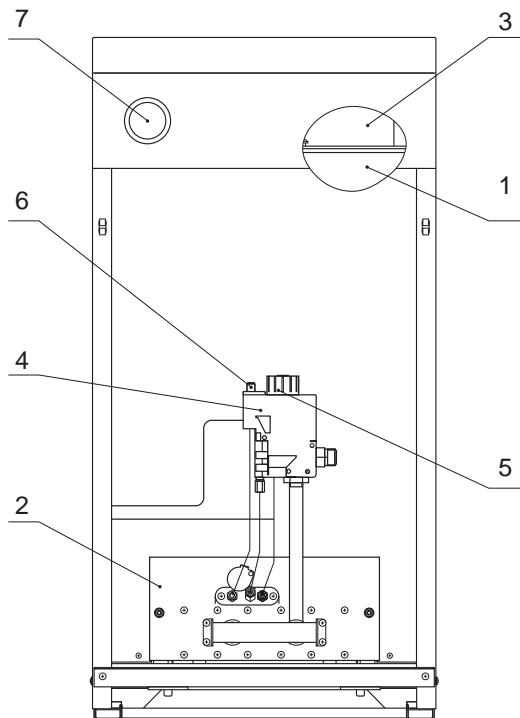

рис. 2 – Особенности котла с газовым блоком 630 EUROSIT.
4.2 Котел представляет собой сборную конструкцию, закрытую декоративными тонколистовыми панелями с теплоизоляцией, внутри которой располагаются (см. рис. 2 и рис. 3):
- дымосборник с датчиком тяги (3);
- корпус котла, состоящий из топки и теплообменника (1);
- газогорелочное устройство с газовым блоком (ГУ) (2).